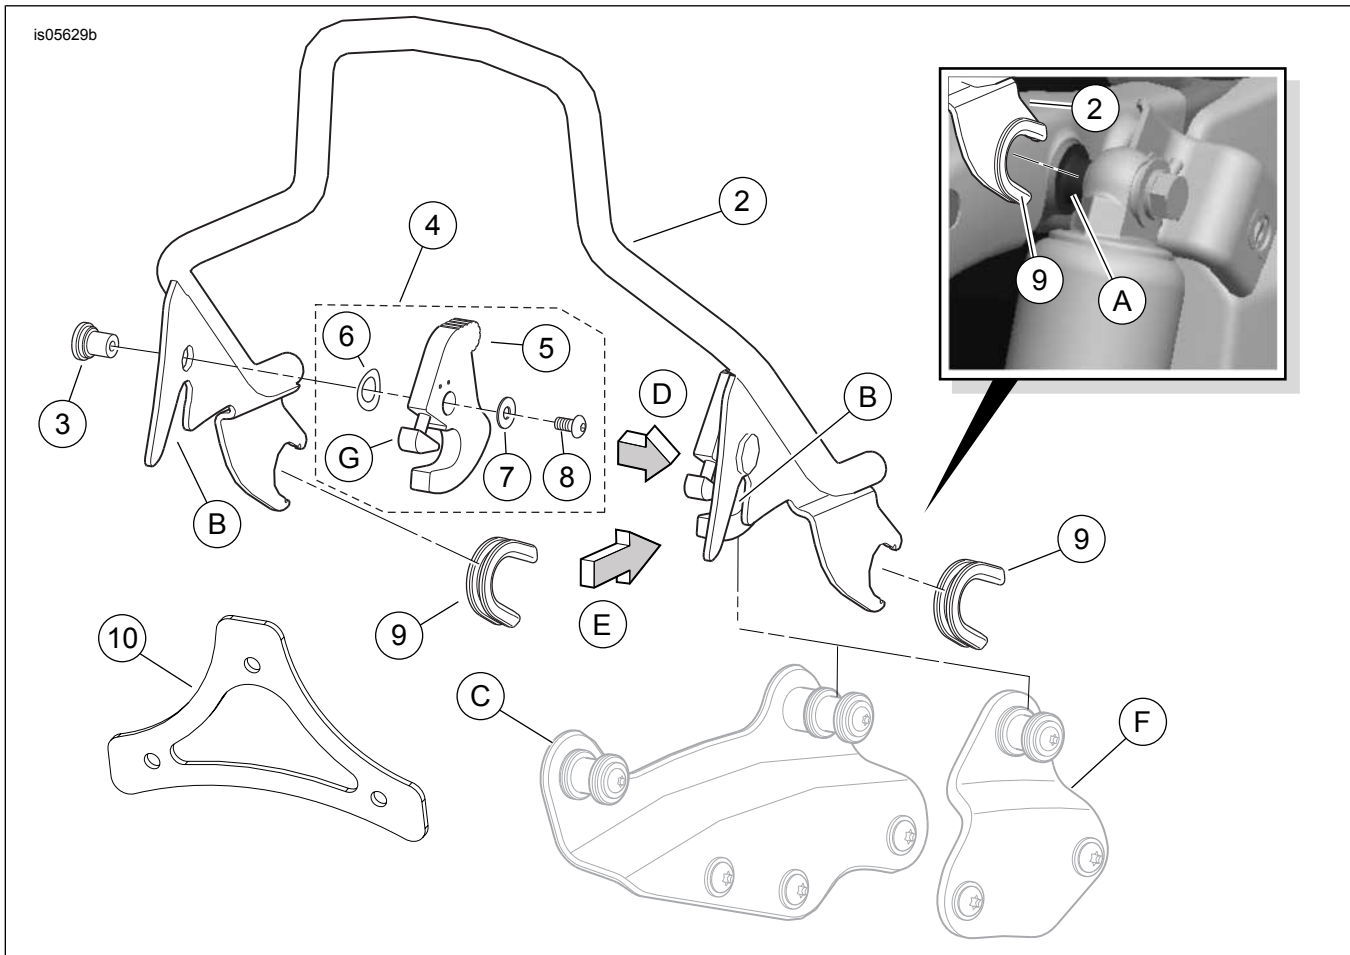

Figure 3. Pièces de rechange : Montant de barre Sissy Touring amovibles H-D
Voir Figure 3 et Tableau 1.
2. Voir Figure 3. Se placer derrière la moto. Placer les encoches de montant avant de gauche et de droite (avec bagues en position) sur les galets d'ancrage (A) vers l'intérieur des montures d'amortisseur supérieures. S'assurer que les bagues des encoches (9) sont complètement en place dans les galets d'ancrage de l'amortisseur.
3. Voir Figure 3, les flèches (D) et (E), et Figure 1. Placer les loquets tournants (4) sur les galets d'ancrage arrière (3). Vérifier que les côtés de montant (1) et les loquets se calent dans le col des galets d'ancrage arrière comme indiqué. Il peut être nécessaire de comprimer ou d'écartier délicatement les côtés du montant de barre Sissy.